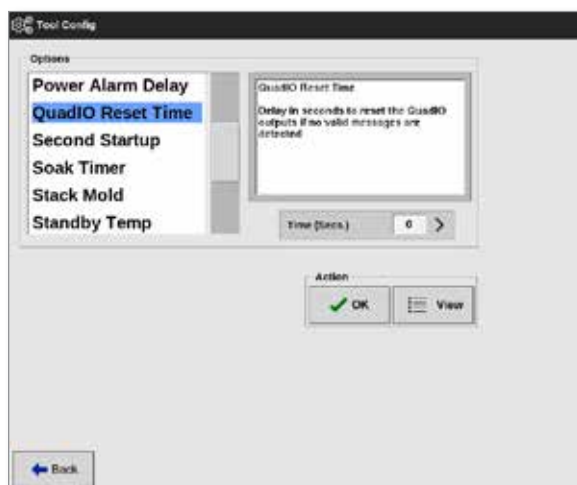

Figure 13-2 Volba časovače resetování čtyřbitových vstupů a výstupů
4. Vyberte Quad IO Reset Timer (časovač resetování čtyřbitových vstupů a výstupů) ze seznamu možností. Viz Figure 13-2.